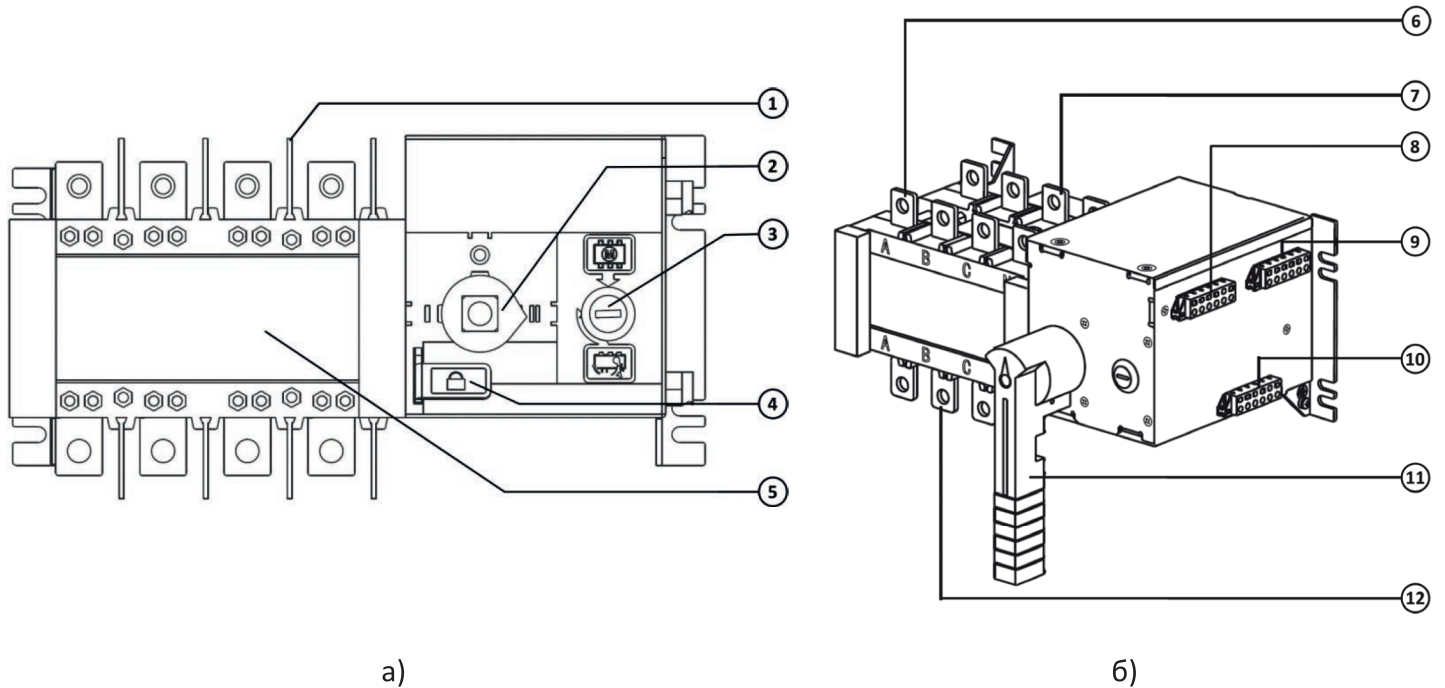

Рис. 5.6 – Моторизований перемикач
Моторизований перемикач (рис. 5.6) в складі АВР виконує функцію перемикання основного або резервного джерела електроживлення на навантагу споживача по командах від контролера. Також моторизований перемикач можна комутувати вручну за допомогою рукоятки (п. 5.9.5) незалежно від контролера. Тип моторизованого перемикача залежить від моделі АВР (табл. 3.1).
5.9.1 Конструкція моторизованого перемикача представлена на рис. 5.6:
5.9.3 Вал ручного керування з вказівником положення (2), рис. 5.6.
5.9.4 Електричний замок блокування (3), рис. 5.6.
5.9.5 Рукоятка керування (11), рис. 5.6.
5.9.6 Важіль блокування (4), рис. 5.6.
5.9.7 Призначення силових клем моторизованого перемикача (рис. 5.6, б) надано в табл. 5.6.
5.9.8 Призначення клем живлення, керування та індикації моторизованого перемикача (рис. 5.6, б).